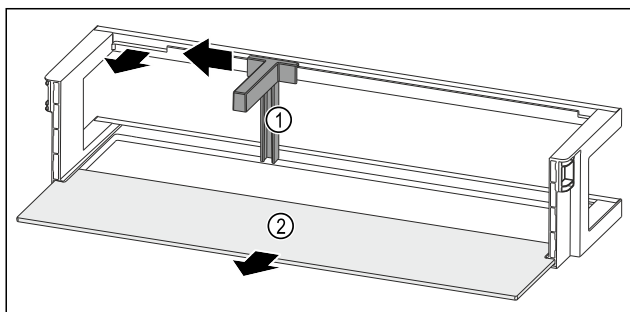

Fig. 126 Dveřní přihrádka s držákem lahví a odkládací plochou
- Držák lahví Fig. 126 (1) posuňte na stranu až k vybrání.
- Držák lahví Fig. 126 (1) odeberte.
- Odkládací plochu Fig. 126 (2) odeberte.